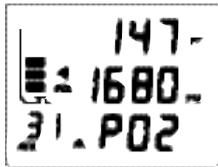

Fig. 86 - PO2 ALTA PRINCIPALE
- > La dicitura PO2 si sostituisce al tempo visualizzato nell'angolo in basso/a destra (DTR) ed il simbolo freccia SU viene visualizzato fisso sulla schermata PRINCIPALE (Fig. 86) come avvertenza.